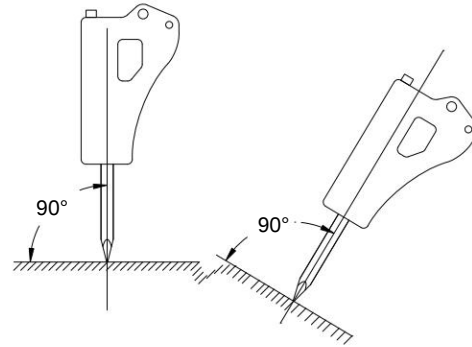

Figura 5-4
b) Ao realizar a operação de britagem, a haste de perfuração deverá ficar perpendicular à superfície de impacto, conforme mostrado na Figura 5-4;